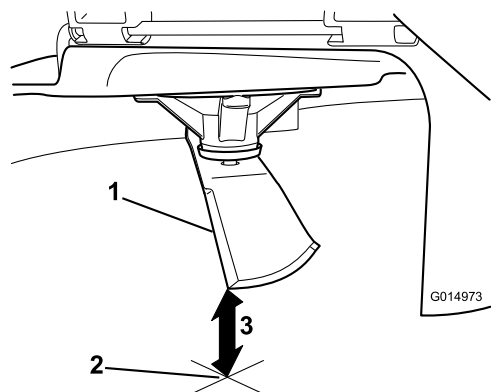

Figura 105
5. Mida desde la punta de la cuchilla hasta la superficie plana (Figura 105).